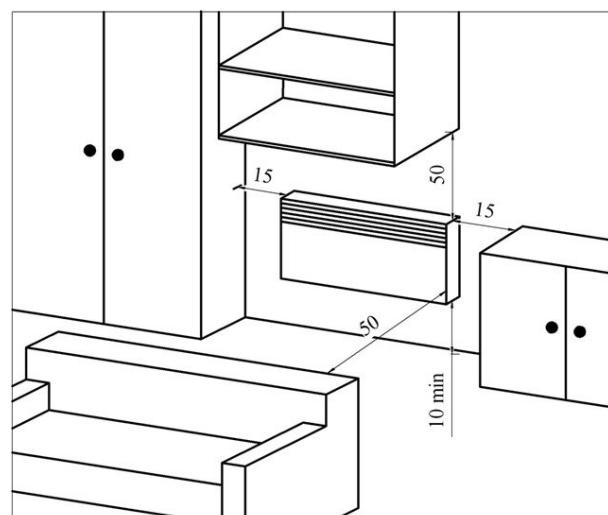
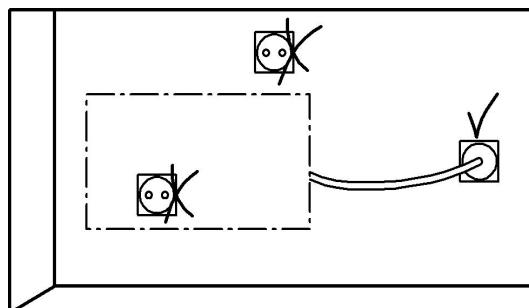

Figure 2
Figure 3
-Respectez les distances minimales avec le mobilier pour l'emplacement de l'appareil comme indiqué sur la Figure 2, Figure 3 (dimensions en cm).
- Il est nécessaire de maintenir des distances minimales par rapport aux objets lors du montage du convecteur comme indiqué sur la Figure 2 (dimension en cm), Figure 3;